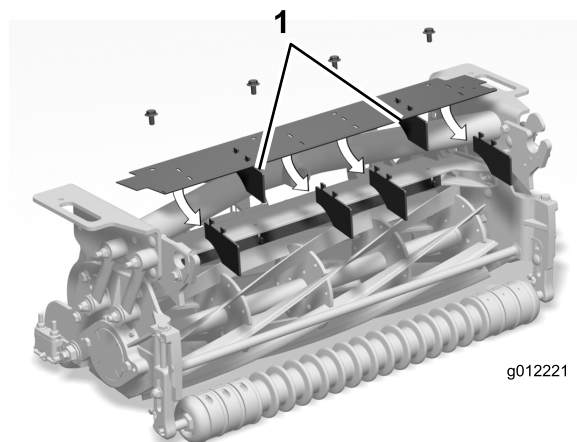

Figure 9
1. Déposez les 2 éléments déflecteurs centraux et l'élément déflecteur à chaque extrémité du déflecteur d'herbe, en ne laissant en place que les 2 éléments montrés à la Figure 9.